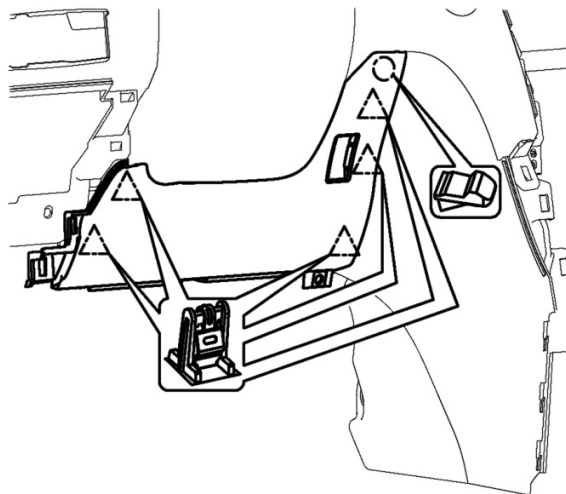

图 1.15.1 左下膝部气囊盖板安装结构示意图
- (1)确保五个金属卡扣安装在相应位置（详见图 1.15.1）；
- (2)将产品各卡脚对准仪表板本体安装孔，轻拍各装配处至装配牢靠，外观配合完好。